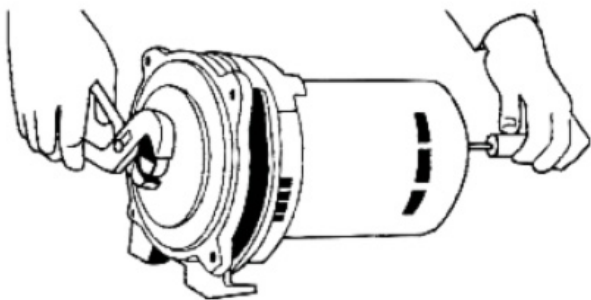

Figure 11 : Retirer la impulseur
5. Retirez la impulseur en tenant l'arbre de la pompe à l'aide d'une pince pour pompe à eau et en dévissant la impulseur. En vous plaçant face à la impulseur, utilisez la main gauche pour tourner dans le sens inverse des aiguilles d'une montre afin de la retirer (figure 11). La impulseur peut également être retiré en faisant levier sur l'embout de l'arbre moteur. Insérez un tournevis dans la fente de l'extrémité de l'arbre ou une clé à fourche de 7/16 po sur les méplats de l'arbre et maintenez-les pour empêcher la rotation de l'arbre. Dévissez la impulseur dans le sens inverse des aiguilles d'une montre.
5. Tenez l'arbre de la pompe avec des pinces et dévissez la impulseur comme illustré (figure 11).